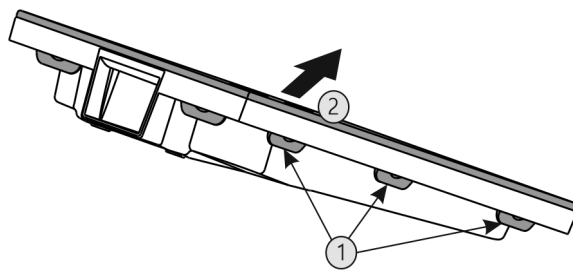

Fig. 45
- ▶ Последовательно нажать на все накладки Fig. 45 (1) и снять крышку Fig. 45 (2).